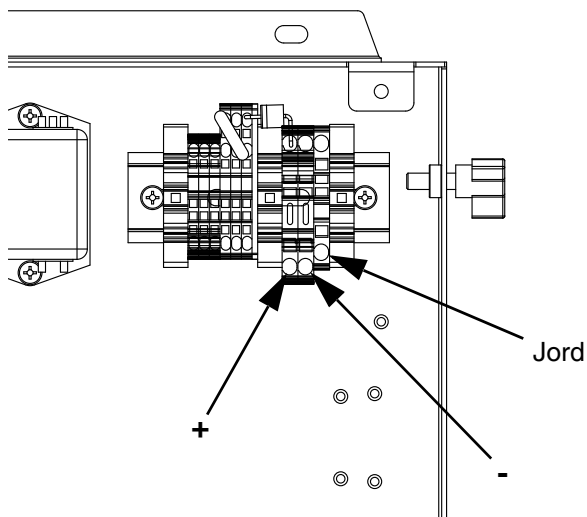

FIG. 13: 24 VDC ledningsdragning
- För ledningsdragning för 24 VDC, se FIG. 13.